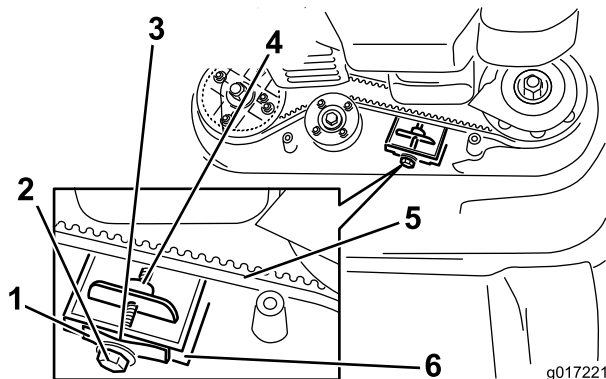

Figure 39
**Remarque:** S'il y a un espace visible entre la jauge et le ressort, serrez le boulon et l'écrou de réglage jusqu'à ce que le papier puisse juste passer dans l'espace (Figure 39).